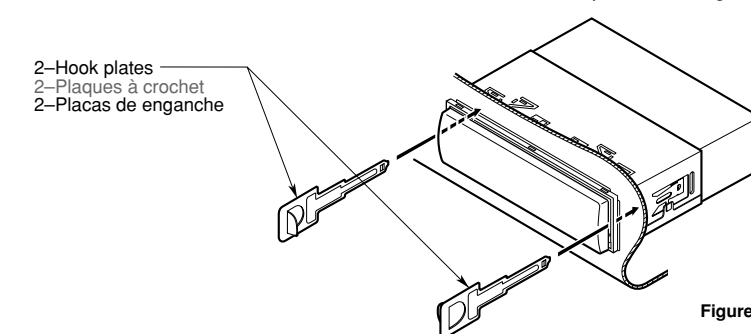

Figure 9 / Figure 9 / Figura 9
- 3. Insert and lock the hook plates (Figure 9).
- 3. Insérer et verrouiller les plaques à crochet (Figure 9).